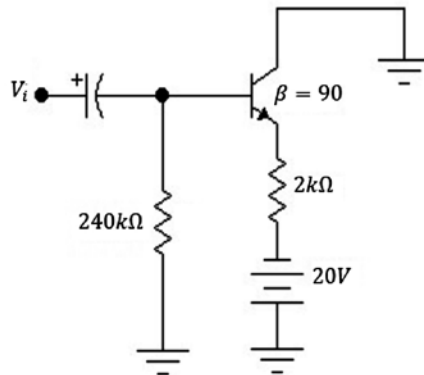

Figura 4.51 Ejercicio de aplicación. Fuente: [2]
g) En el circuito de la figura 4.51, se pide hallar V_{CE} , I_E .